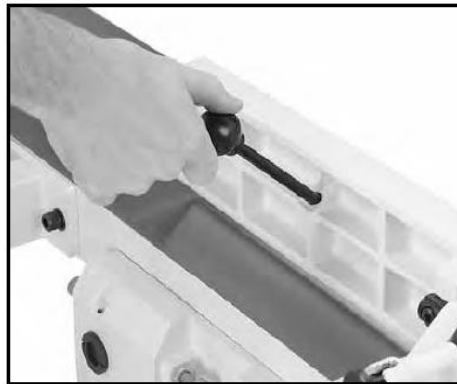

Рис. 13
23. Установите рычаг наклона в ограждение (рис. 13).